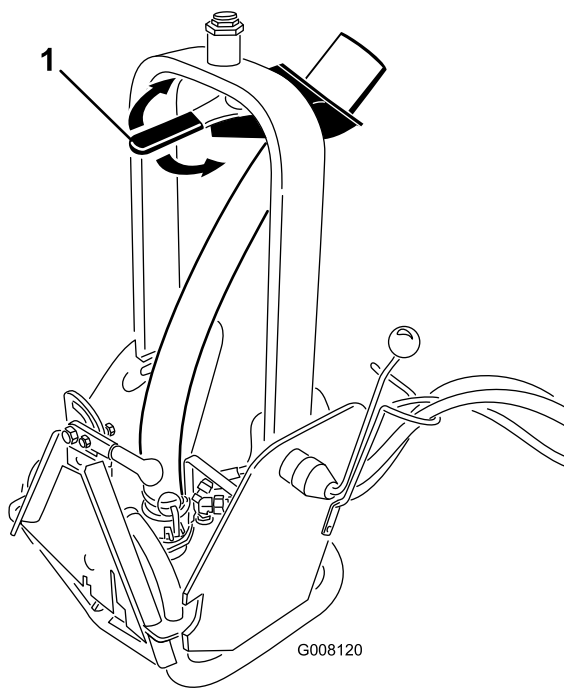

図 7
2. 水を飛ばす方向の調整は、ノズル・ハンドル図 7 で行います。
注 ハンドル・ノズル図 7 の抵抗を強または弱く調整したい場合には、ピボット・タワーの上部についている大きいナットのトルクを調整します。